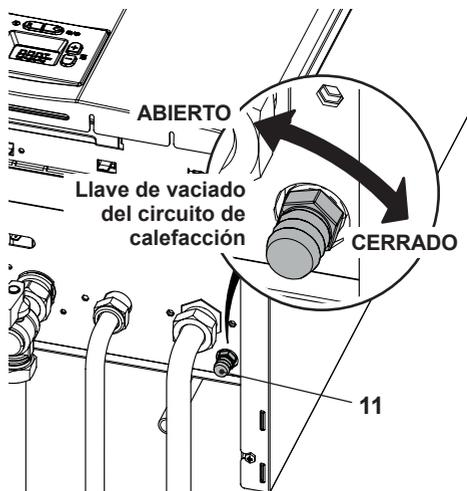

Figura 9.4
- Afloje la llave de vaciado del circuito de calefacción 11 indicada en la Figura 9.4.